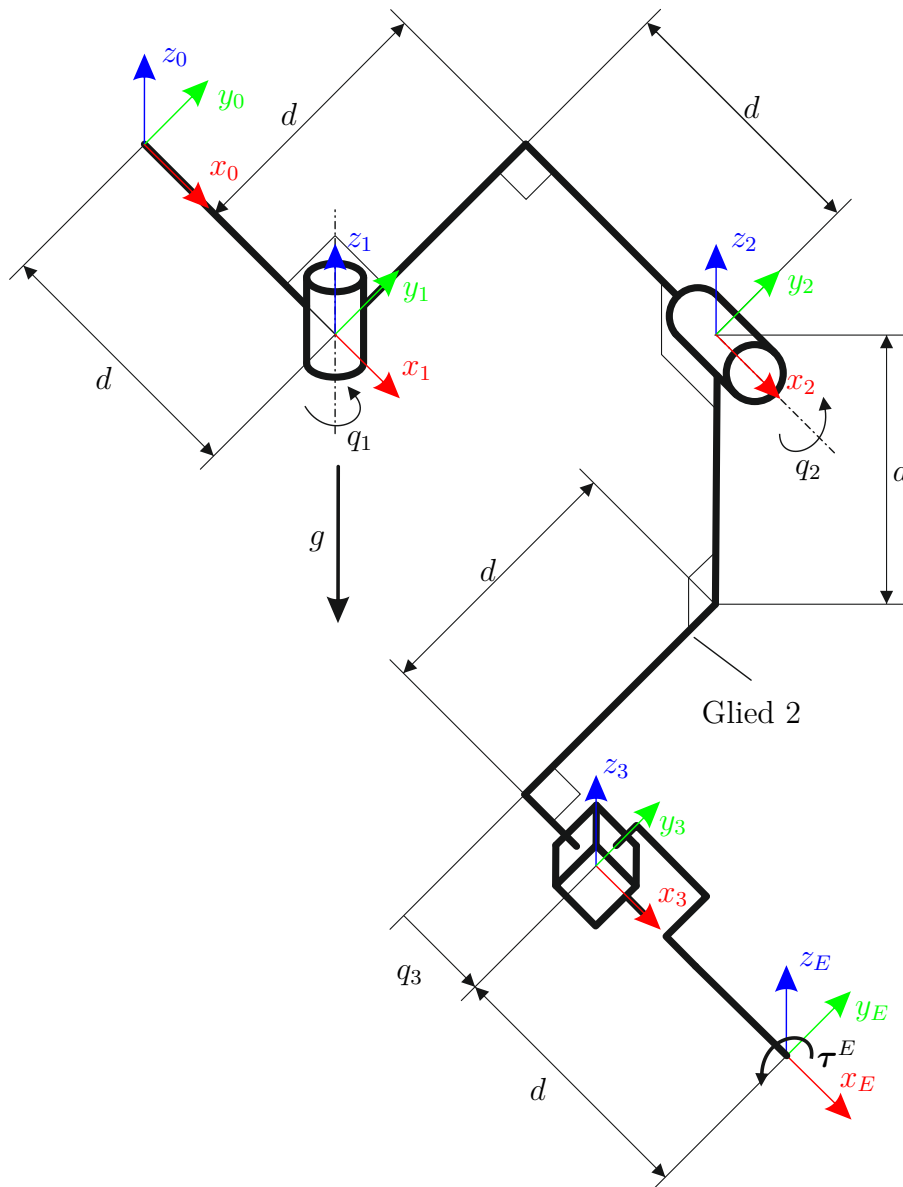

Abbildung 7: Orthogonaler Manipulator
3. In Abbildung 7 ist ein orthogonaler Manipulator dargestellt. Die einzelnen Glieder des Manipulators stehen jeweils orthogonal zueinander und sind über zwei rotatorische Gelenke und ein translatorisches Gelenk verbunden. Die Gelenke werden mithilfe des Vektors der generalisierten Koordinaten  $\mathbf{q} = [q_1, q_2, q_3]^T$  beschrieben. Die Masse des zweiten Gliedes beträgt  $2m$  und ist homogen verteilt. Die restlichen Glieder, sowie die Gelenke können als masselos betrachtet werden. Die Gravitationskraft aufgrund der Gravitationsbeschleunigung  $g$  wirkt in negative  $z_0$ -Richtung. Zusätzlich wirkt ein externes Drehmoment  $\tau^E$  auf den Endeffektor.